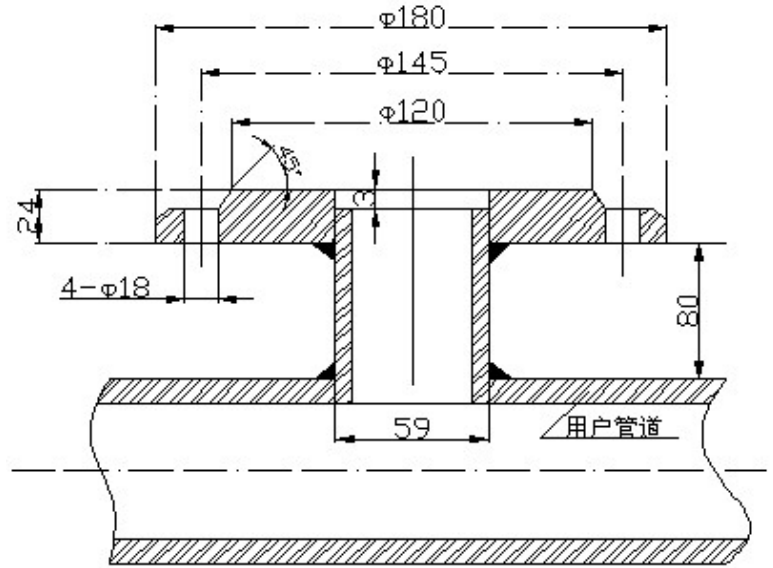

图3 安装底座的焊接
安装底座与被测管道的焊接如图 3 所示。
① 安装底座图 3 管子的轴线与被测管道的轴线相互垂直。其夹角为 45°。
② 采用不锈钢焊条平焊。焊后保证法兰端面与管轴线平行，焊缝牢固，能承受 1.6Mpa 压力无渗漏现象。
③ 被测管道开孔尺寸与安装底座的通孔外径一致。
6.4.3 按图 3 所示将 DN50 球阀安装到安装底座上。注意球阀的长空腔向上。检查球阀是否能全开全关。如有问题应进行修理。将压紧螺纹座、压紧螺母和橡胶密封圈安装到球阀上。松开定位螺钉和压紧螺母，将传感器插入插通过球阀插入被测管道。插入深度由 6.4.4 计算，并由游标卡尺或钢卷尺测量，符合要求后，上紧压紧螺母和定位螺钉，同时应注意传感器方向标志插指向应和流体流向一致。